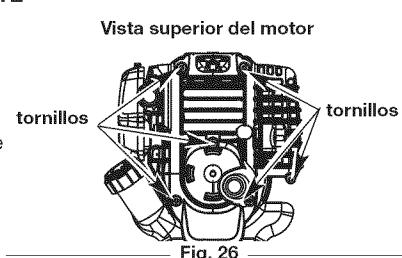

Fig. 26
1. Quite los dos (6) Tornillos de encima de la tapa del motor con un destornillador de pala o Torx #25 (Fig. 26).
4. Saque la cubierta del motor (Fig. 26).
1. Apague el motor y espere que se enfrie. Retire los seis (6) tornillos de la parte posterior de la tapa del motor con destornillador de cabeza plana o Torx No. T-25 (Fig. 26).